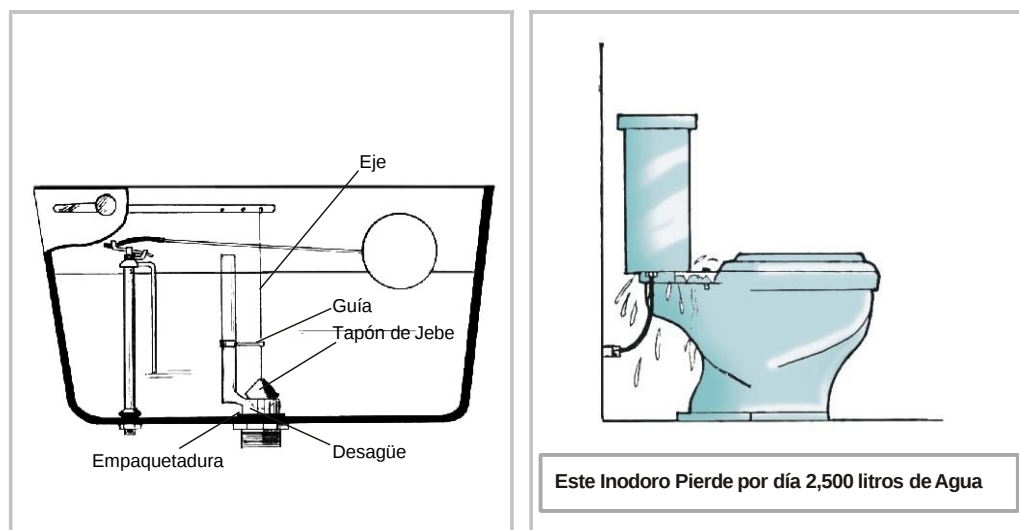

Fig. 9
1. Examine la empaquetadura de asiento y revise la guía para que ella se deslice rápidamente por el tapón de jebe y descansa normalmente sobre la boca del desagüe cada vez que se descargue el tanque (Fig. 9).